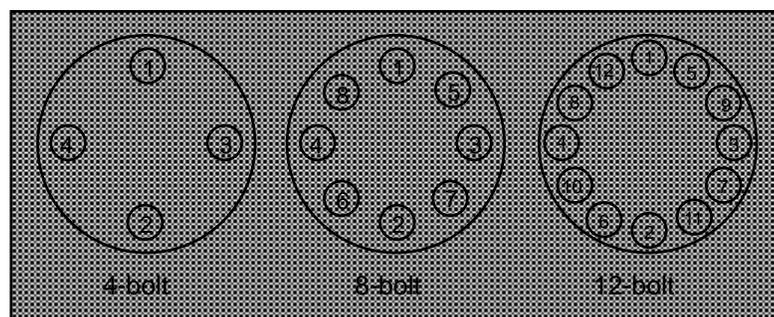

Figura 2-2. Seqüência de Torque do parafuso da Flange
4. Colocar os parafusos remanescentes entre as flanges do cano. Aperte as porcas na sequência mostrada na figura 2-2. Cheque para vazamentos após apertar os parafusos da flange.
3. Instale parafusos em ambas as conexões de processos. Aperte os parafusos na seqüência mostrada na Figura 2-2. Cheque por vazamentos após apertar os parafusos da flange.